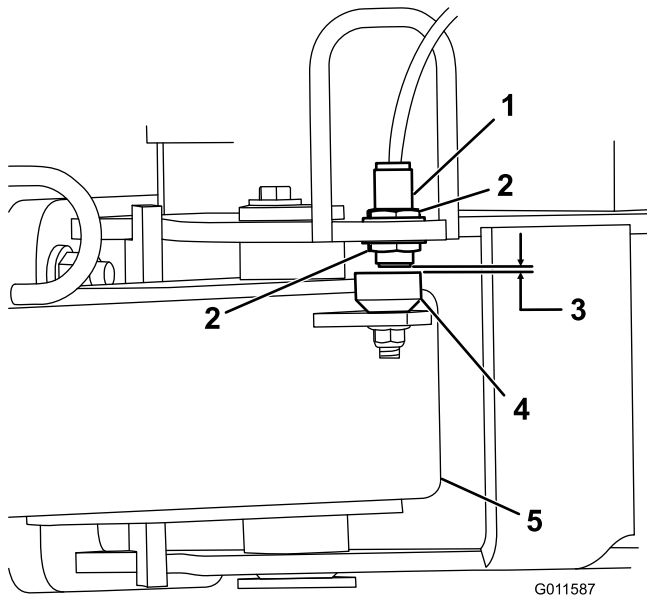

Figura 4
- Afoje las contratuercas que sujetan el interruptor de proximidad al bastidor y baje el interruptor hasta que esté a $0,13 \pm 0,03$ pulgadas ($3,3 \pm 0,7$ mm) del sensor del enganche (Figura 4). Apriete las contratuercas para afianzar el ajuste.